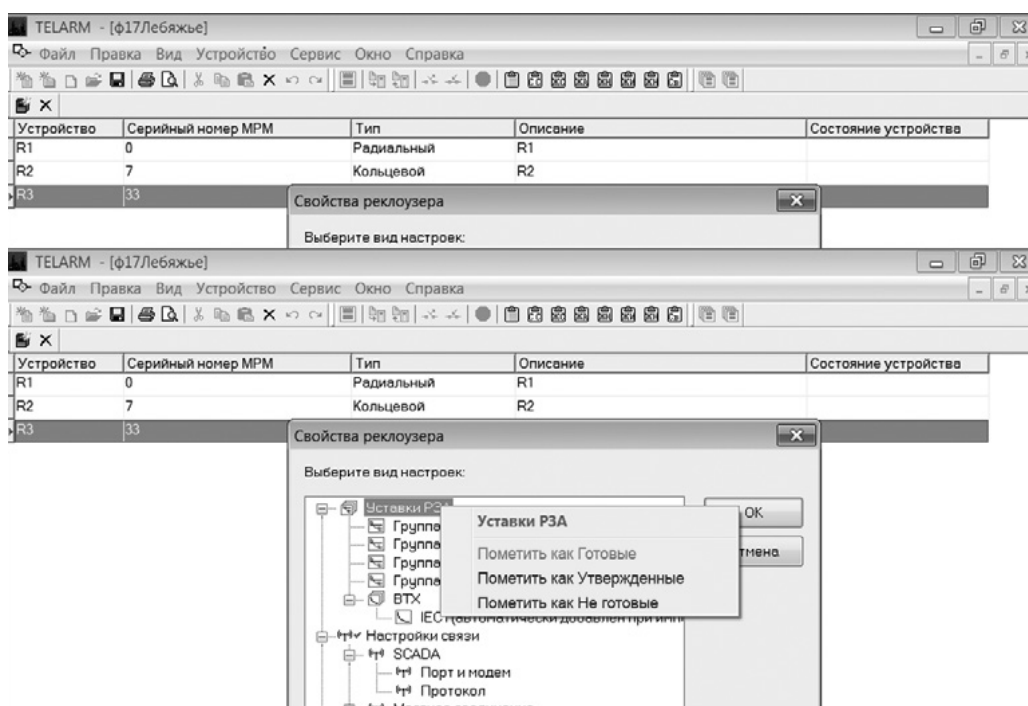

Рис. 4.25. Установка флага «Уставки утверждены»
2. Утвердить уставки, помеченные готовыми. Нажать правой клавишей мыши и в появившемся списке выбрать «Пометить как утверждённые» (см. рис. 4.25).